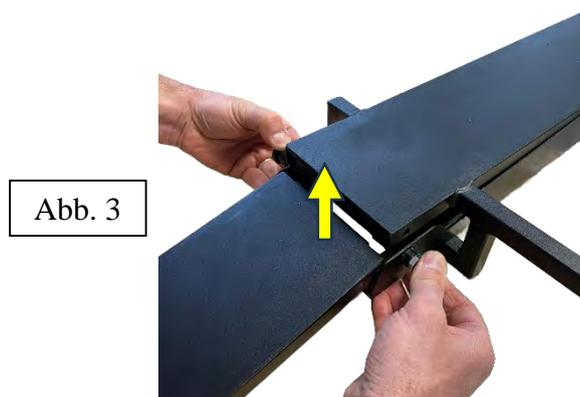

Abb. 3
9. Heben Sie die Schiene nach dem Entfernen nach oben, sodass sie eine Ebene mit der Radstütze bildet (Abb. 3).